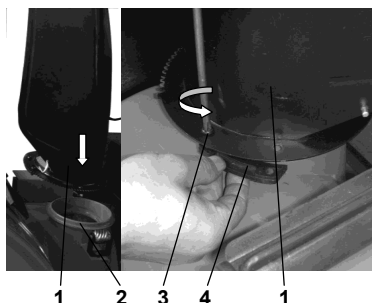

Abb. 4
4. **Montieren des Auswurfes** (Abb. 4): lösen Sie zuerst die Schraube auf dem Auswurf, stellen Sie ihn auf den Auswurfsitz, setzen Sie einen fixen Block darunter, der zu einem Bohrloch passt, und dann schrauben Sie den fixen Block mit einer Schraube fest.